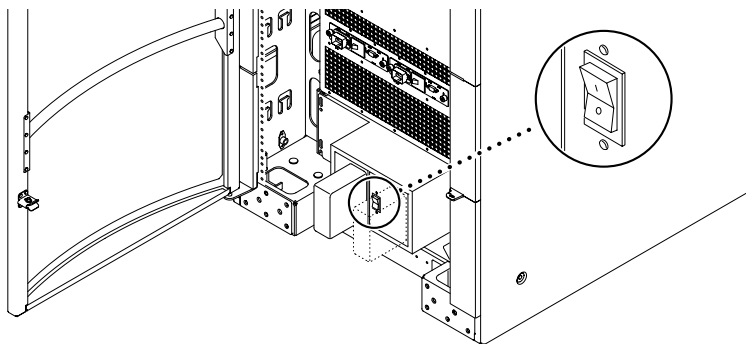

図 2-7 Sun Fire 6800 システムの RTS AC 電源スイッチ
1. システムの正面および背面にある各冗長転送スイッチ (RTS) をオフにします (図 2-7)。